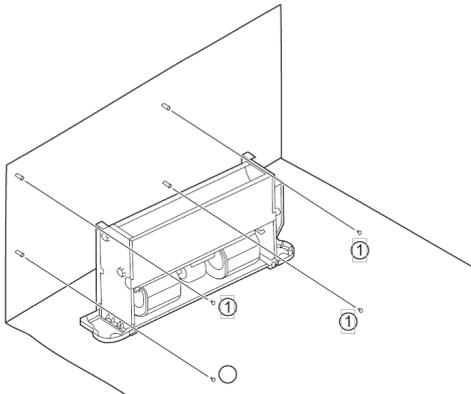

Figura 5-2 Esquema de la fijación del cuerpo de la unidad
Atornille los cuatro tornillos (1) en una estructura de mampostería adecuada, tal y como se indica en la Figura 5-2.
A fin de que coincida con la estructura existente, establezca la distancia de paso conforme a las dimensiones de la unidad. Atornille los cuatro tornillos (1) en una estructura de mampostería adecuada, tal y como se indica en la Figura 5-2.